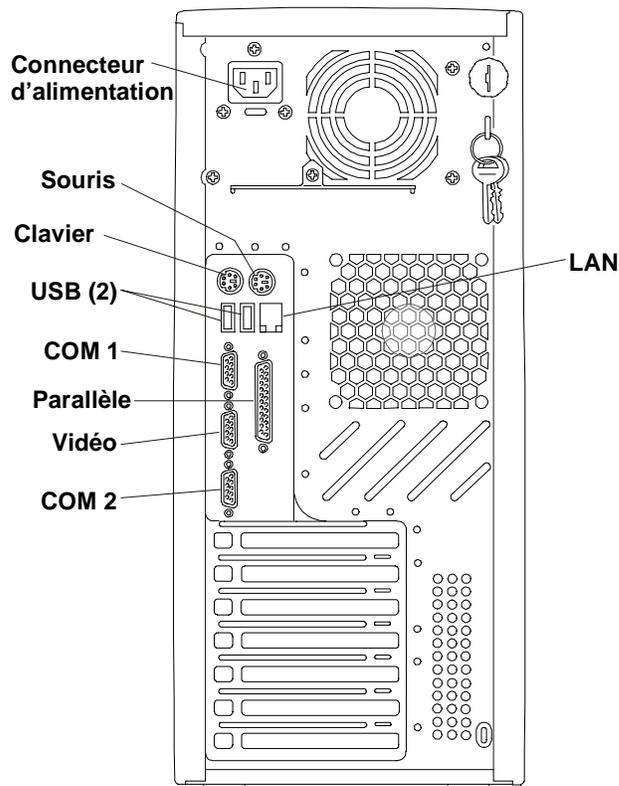

Figure 7-1. Ports du panneau arrière
1. Placez le moniteur, le clavier et la souris à proximité du HP Server et connectez ces périphériques au Server à l'aide des connecteurs situés à l'arrière du châssis. Reportez-vous à la figure 7-1.